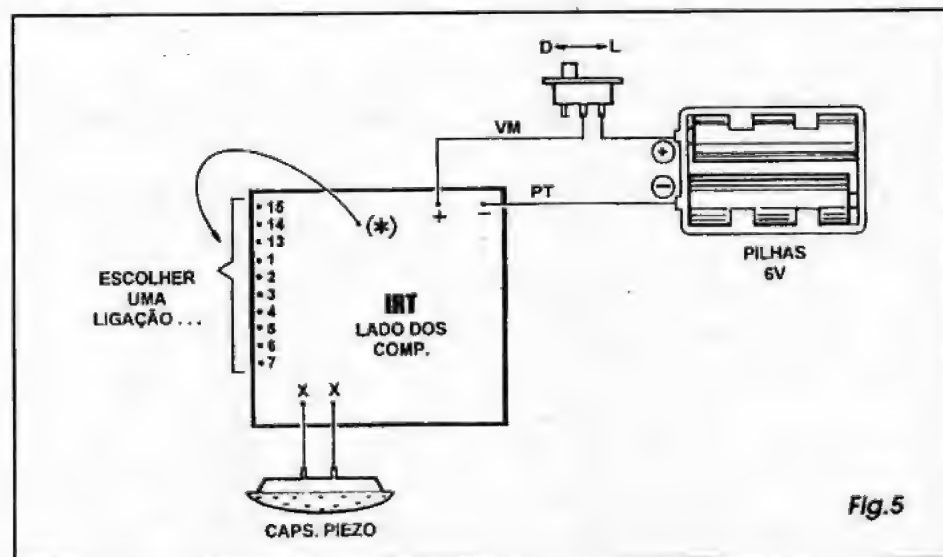

Fig.5
- FIG. 5 - CONEXÕES EXTERNAS À PLACA - A figura mostra o lado não cobreado da placa, agora com ênfase nas suas conexões externas... O transdutor (cápsula piezo) tem seus terminais ligados aos pontos X-X. A alimentação deve ser aplicada aos pontos (+) e (-), respectivamente recebendo os fios **vermelho** e **preto** provenientes do suporte das pilhas, intercalando-se o interruptor geral no fio do **positivo** (**vermelho**). Ao ponto (*) deve ser ligado um pedaço de fio isolado, cuja outra extremidade será *experimentada*, em sua conexão definitiva ou provisória, em qualquer dos pontos numerados em barra vertical junto à borda esquerda da placa (na figura...), codificados como 15-14-13-1-2-3-4-5-6-7 (rever o esquema, na FIG. 1, se tiver dúvidas...).
Ainda tomando como base o diagrama da FIG. 5, as primeiras verificações de funcionamento, e as próprias experimentações com o circuito devem ser feitas assim: o pedaço de fio ligado (em uma das suas extremidades...) ao ponto (*) deve ser ligado (de início, em condição provisória...) a qualquer dos pontos na barra vertical numerada, à esquerda da pla-